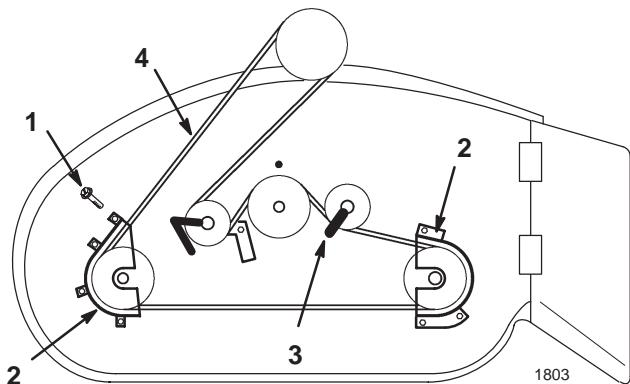

Figure 29
2. Enlevez les vis de fixation des cache-poulie d'entraînement des lames et déposez-les (Fig. 29).
3. Desserrez les boulons de fixation de la poulie de tension pour déplacer les guide-courroie (Fig. 29).
4. Retirez la courroie des poulies (Fig. 29).
2. Réglez le guide-courroie sur la poulie de tension, comme illustré, et serrez le boulon de fixation (Fig. 29).
3. Posez les cache-poulie gauche et droit à l'aide de leurs vis de fixation (Fig. 29).